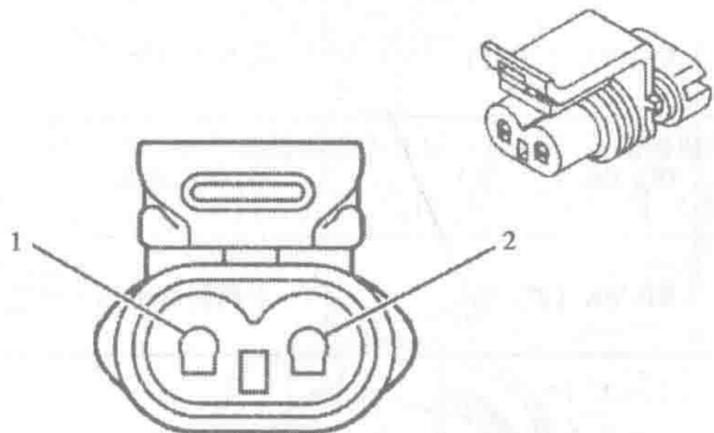

图 1-1-14 蒸发排放 (EVAP) 炭罐清污电磁阀连接器端子图
5. 蒸发排放 (EVAP) 炭罐清污电磁阀连接器端子图 (图 1-1-14) 及端子功能表 (表 1-1-5)